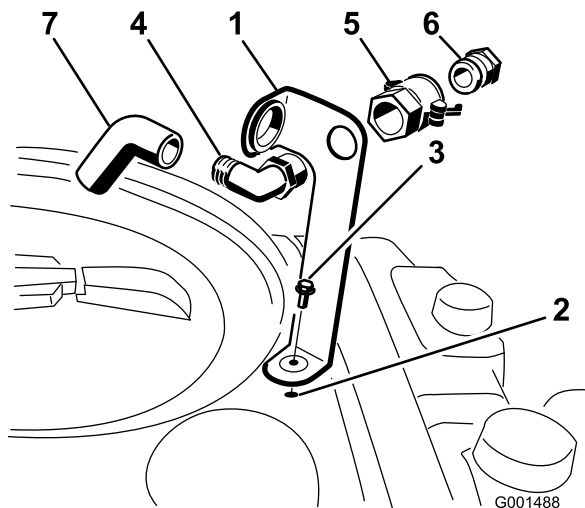

Bild 3
1. Setzen Sie die Füllanschlusshalterung auf das Gewindeloch im Behälter und befestigen Sie sie mit einem Bundbolzen (5/16 x 3/4") (Bild 3).
2. Stecken Sie das Gewinde des 90-Grad-Winkelanschlusses durch die Halterung und schrauben Sie die Schnellkupplung auf. Befestigen Sie sie an der Halterung (Bild 3).
3. Montieren Sie den Schlauchadapter auf die Schnellkupplung (Bild 3).
4. Drehen Sie die Hebel zum Adapter, um ihn zu arretieren. Befestigen Sie ihn dann mit den Lastösenbolzen (Bild 3).
5. Stecken Sie den Rücklaufschlauch durch die große Öffnung in der Halterung und auf das Krümmende des 90-Grad-Winkelanschlusses (Bild 3).